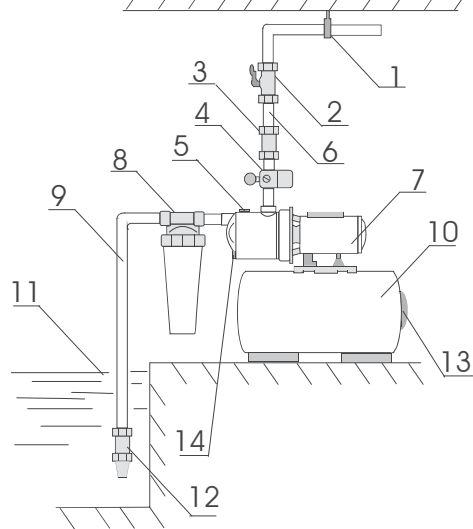

рис.1
Условные обозначения на рис.1: 1-опора напорной магистрали, 2-кран, 3-обратный клапан, 4-реле давления, 5-отверстие для залива воды, 6-напорная магистраль, 7-насос, 8-магистральный фильтр, 9-всасывающая магистраль, 10-гидроаккумуляторный бак, 11-вода, 12-обратный клапан с сеточкой, 13-крышка, закрывающая нипель, 14-отверстие для слива воды.
8.1.5. Всасывающая труба должна иметь на конце обратный клапан с сеточкой (рис.1 поз.12) при всасывании из колодца, а также, если возможно попадание мелких механических частиц, магистральный фильтр перед насосной станцией (рис.1 поз.8).
8.1.7. На выходной трубе из насоса рекомендуется установить обратный клапан (рис.1 поз.3) для предотвращения гидроударов в моменты включения/выключения насоса и кран (рис.1 поз.2), настройка которого описана в пункте 12,6.
а) Откройте заливное отверстие, отвинтив гайку (рис.1 поз.5).
в) Плотно завинтите заливное отверстие (рис.1 поз.5) для предотвращения подсоса воздуха.
б) При работе насосной станции кран (рис.1 поз.2) должен быть открытым. Он является простым устройством настройки нормального режима работы насосной станции. При полностью открытых кранах всех точек разбора гидравлической системы и работающем насосе давление воды в системе (которое показывает манометр) не должно опускаться ниже минимально допустимого (указанного на корпусе насоса). Для этого кран (рис.1 поз.2) нужно прикрывать до тех пор, пока давление воды в системе (которое показывает манометр) не достигнет значения минимально допустимого, указанного на корпусе насоса. Возможен случай, когда это требование может быть выполнено при полностью открытом кране. Потом желательно предотвратить возможность случайного открывания/закрывания крана (рис.1 поз.2).
б) Если насосная станция долгое время не будет работать, необходимо слить воду через сливное отверстие (рис.1 поз.14). Используя заливное и сливное отверстие промыть насос чистой водой. Убедитесь что в насосе не осталось воды. Эта операция должна проводиться всегда, если есть угроза замерзания воды. При замерзании воды в насосе он разрушается и восстановлению не подлежит.
- снять пластиковую крышку на гидроаккумулирующем баке (рис.1 поз.13);